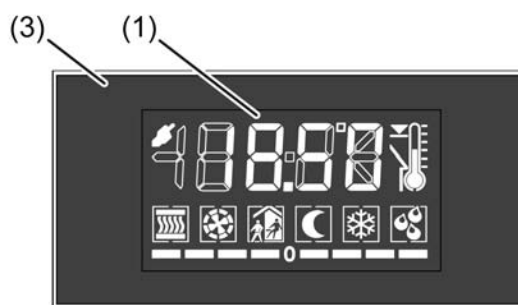

Bild 65: Gerätedisplay und Display-Bedienfläche
Das Gerät verfügt an der Vorderseite im oberen Bereich über ein LC-Display (1) mit schaltbarer Hintergrundbeleuchtung (Bild 65). Auf dem Display werden durch Symbole verschiedene Betriebszustände des integrierten Raumtemperaturreglers oder der Reglernebenstelle signalisiert. Darüber hinaus können bis zu vier Anzeigeinformationen (Uhrzeit, Ist-Temperatur, Soll-Temperatur, Außentemperatur) im zeitlichen Wechsel oder gesteuert durch einen Tastendruck am Gerät auf dem Display angezeigt werden.